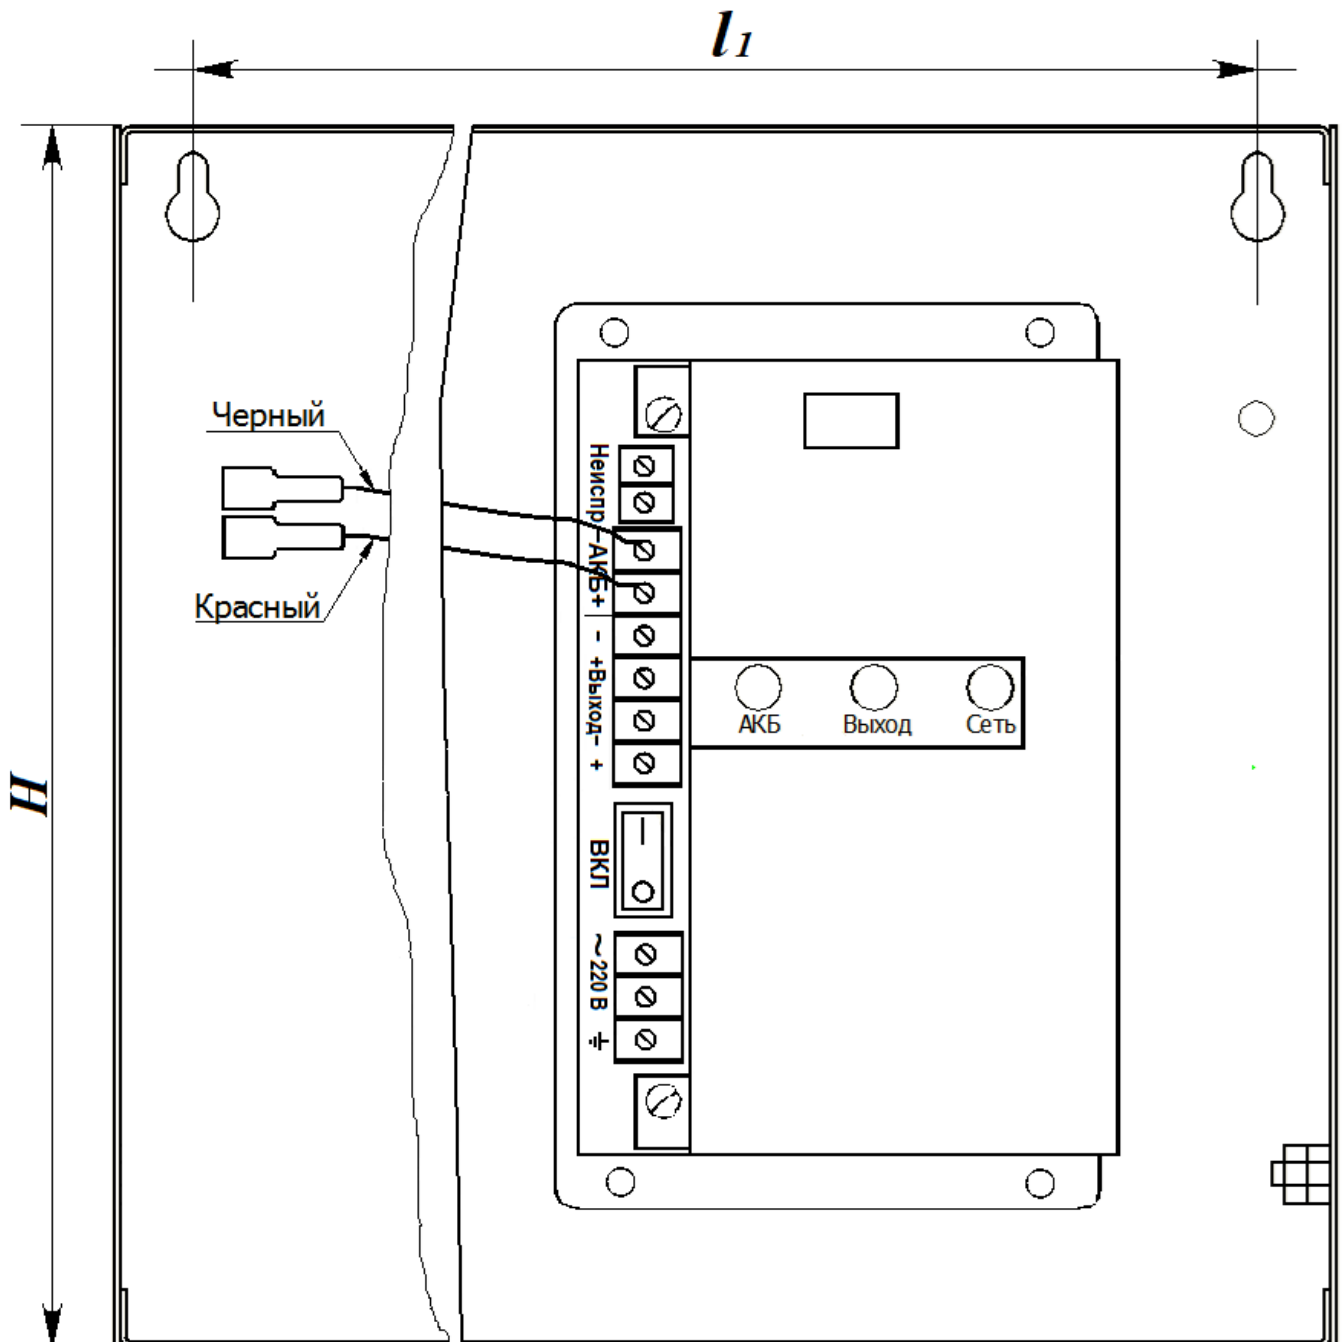

Рисунок 1 - Общий вид БРП со снятой крышкой
- и) соединить провода красного и черного цвета, идущие от контактов «+» и «-» колодки АКБ, с соответствующими клеммами аккумуляторной батареи, установленной в корпусе БРП (см. рисунок 1);